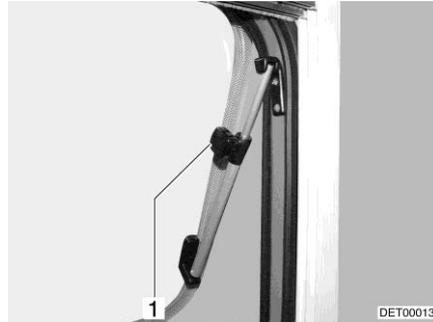

Fig. 90 Claraboya con soportes giratorios, abierta
- Abrir la claraboya hasta la posición deseada y fijarla con el botón moleteado (Fig. 90,1).
- Girar el botón moleteado (Fig. 90,1) hasta que se libere el bloqueo.